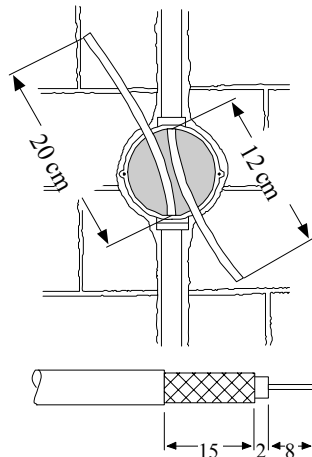

Bild: 1
1. Die Antennensteckdosen können in UP-Dosen mit 58 mm Ø eingesetzt werden. Koax-Kabel mit einer Reserve von ca. 12 und 20 cm in der UP-Dose versehen. Kabelenden abisolieren (Bild 1).